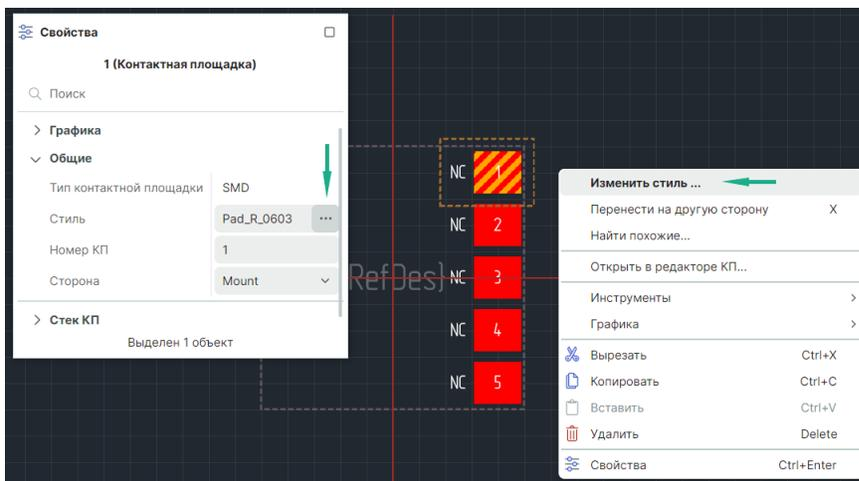

Рис. 125 Изменение стиля контактной площадки
2. Вызовите контекстное меню и выберите «Изменить стиль ...» или нажмите на символ «...» в поле «Свойства» → «Общие» → «Стиль», см. Рис. 125.